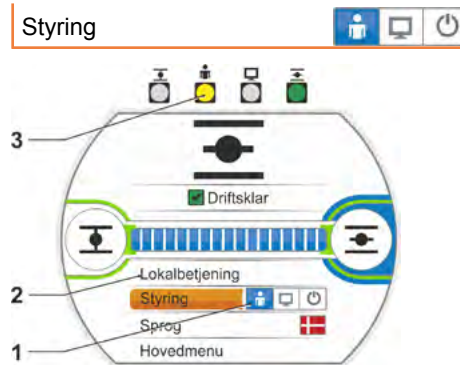

Fig. 1: Styring lokalbetjening
2. Tryk Drive Controller gentagne gange, indtil symbolet for LOKAL er aktivt, fig. 1, pos. 1. I linjen derover vises menupunktet „Lokalbetjening“ (se pos. 2), og den gule LOKAL-diode lyser (pos. 3).